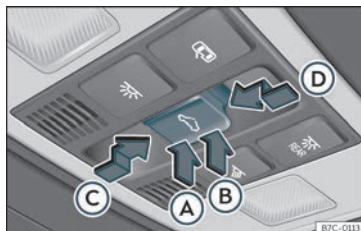

Fig. 89 No revestimento interior do teto: botão do teto de vidro.
O botão  **Fig. 89** tem dois níveis. No primeiro nível pode colocar-se o teto na posição defletora, abrir ou fechar total ou parcialmente.
A função antientalamento pode reduzir o risco de que se produzam contusões ao fechar o teto de vidro e a cortina para o sol >>> **Fig. 89**. Se o teto de vidro ou a cortina para o sol encontrar resistência ou algum obstáculo ao fechar-se, volta a abrir-se imediatamente.
- **Teto de vidro:** Antes que decorram aproximadamente 5 segundos desde a ativação da função antientalamento, pressione o botão <>>> **Fig. 89** até ao segundo nível no sentido da seta >>> **Fig. 89** **D** até que o teto se feche completamente.